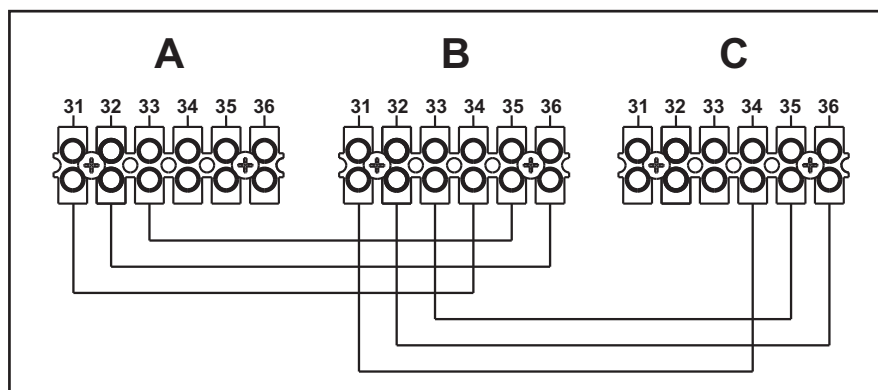

fig. 53 - Collegamento in cascata
1. Collegare i moduli come mostrato in fig. 53 (**esempio con 3 moduli**)
Se questo non avviene, togliere alimentazione elettrica e controllare il cablaggio in fig. 53.